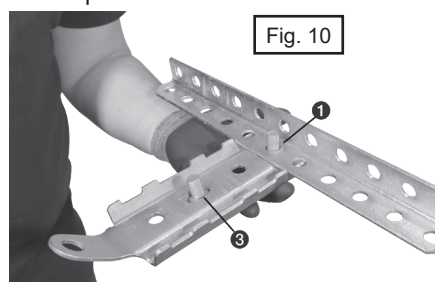
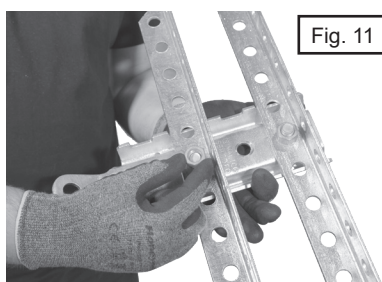

Fig. 10
Fig. 11
- a) Insérer les boulons d'assemblage BH 14X25/25 dans les trous ❶ et ❸ de la semelle double traverse SEM CU FO (Fig. 10) puis dans le trou médian de chaque traverse, et serrer les écrous (Fig. 11).